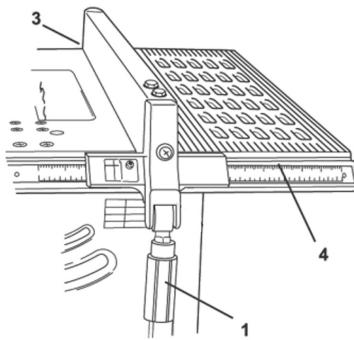

Fig. 5 – Instalação e fixação da guia de corte
- Para colocar a guia de corte na mesa da máquina, levante o punho (1) e encaixe primeiro o engate da parte traseira (3) e depois a parte do punho (1). Utilize o visor e a escala da máquina (4) para encontrar a largura do corte desejada. Para travar a guia, movimente o punho (1) para baixo conforme a fig. 5 e para liberar, movimente o punho (1) para cima.